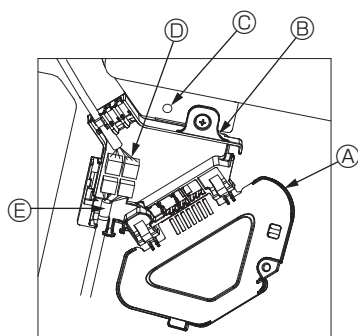

Fig. 10-8
- Anslut anslutningskablar till kontakt för lamellmotor och panelmotors kontakt i anslutningsdosan. (Fig. 10-8)